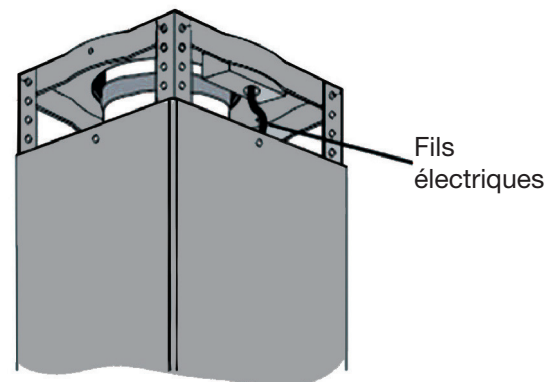

Figure 5
- Passez le câble d'alimentation à travers les cheminées. Voir figure 5.